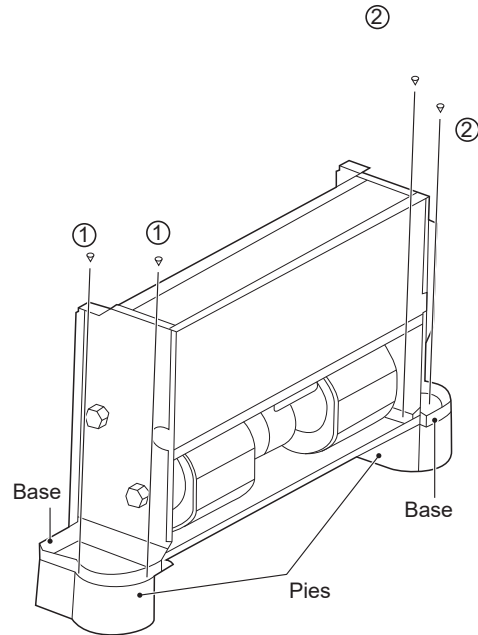

Figura 5-3
Los pies mostrados en la Figura 5-3 son opcionales. Puede comprarlos por separado e instalarlos de la siguiente manera:
2. Coloque los orificios de montaje de la base de la unidad en el pasador de fijación del pie correspondiente e instale los tornillos ①\*2 y ②\*2 para fijar el pie de acuerdo con la Figura 5-3.